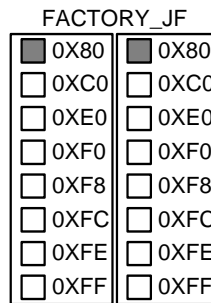

図 5 : DCM FACTORY\_JF 設定の修正ブロック
- 図 5 に示すように、FACTORY\_JF DCM 属性の設定で 2 つの 0X80 オプションをオンにします。